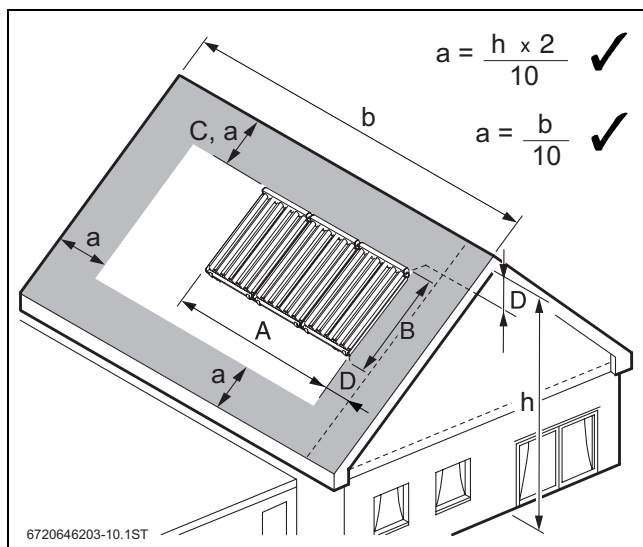
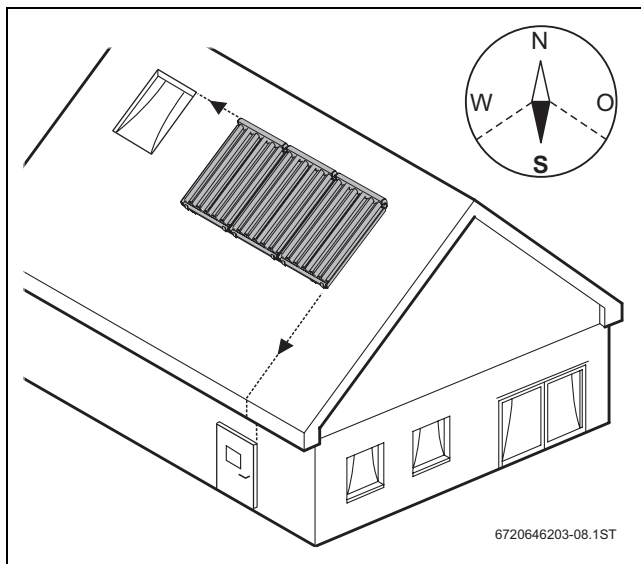

Fig. 10 Distancias mínimas del campo del colector
Fig. 14 Adaptación del campo del colector a la forma del edificio
La necesidad de espacio está determinado por la superficie de colocación del campo del colector (→ tab. 10). Para el posicionamiento del campo del colector, tenga en cuenta las distancias mínimas del área del borde del tejado o de la fachada (→ fig. 10).
- Ordenar los colectores de forma que se correspondan ópticamente con el tejado (→ fig. 14), p. ej. de forma que el campo del colector esté alineado con las ventanas y las puertas. Observar las distancias mínimas para el borde del tejado (→ fig 10, pág. 10).
- Orientar el campo del colector lo más al sur posible (→ fig. 14).